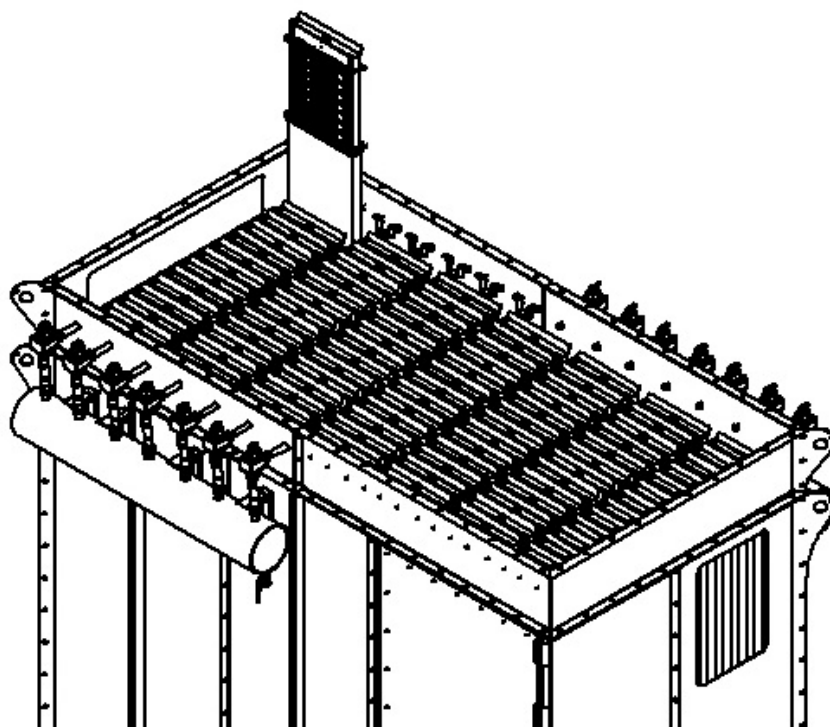

Рисунок 3 – Конструкция сервисных площадок
- Демонтировать использованные фильтровальные рукава с их каркасами через пазы в верхней плите (рис. 3);